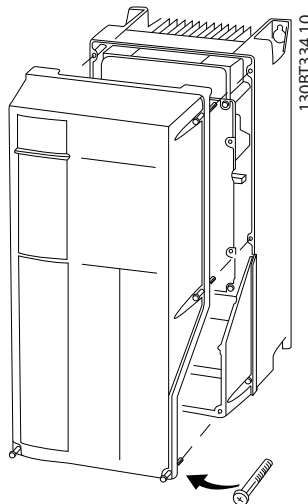

Abbildung 2.10 Steuerverdrahtungszugang für die Gehäuse A4, A5, B1, B2, C1 and C2
- Oder die Frontabdeckung durch Lösen der Anbauschrauben ablösen. Siehe *Abbildung 2.10*.